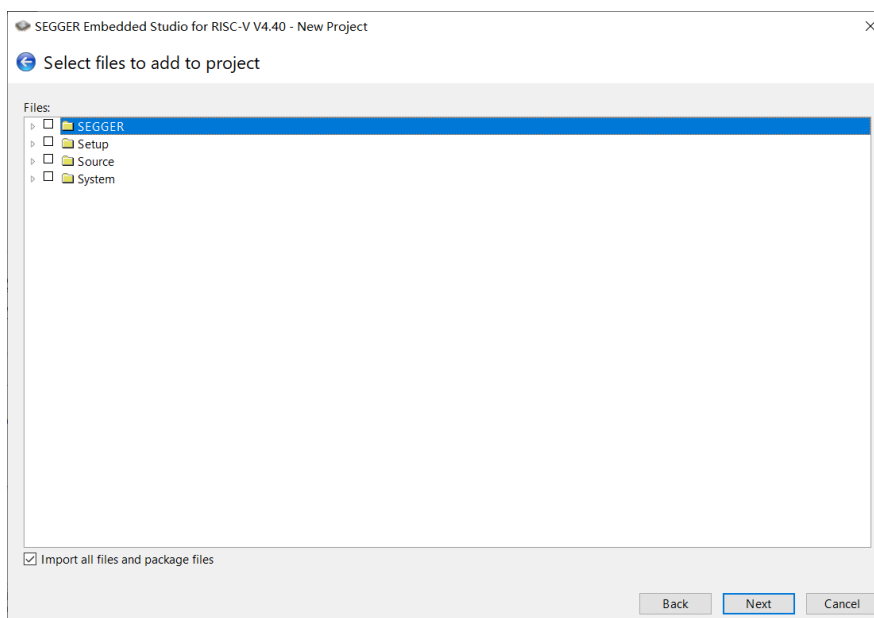

图 2-9 添加默认文件
- 设置添加默认文件，如图 2-9，此步骤需要取消勾选所有文件，点击 **next**。